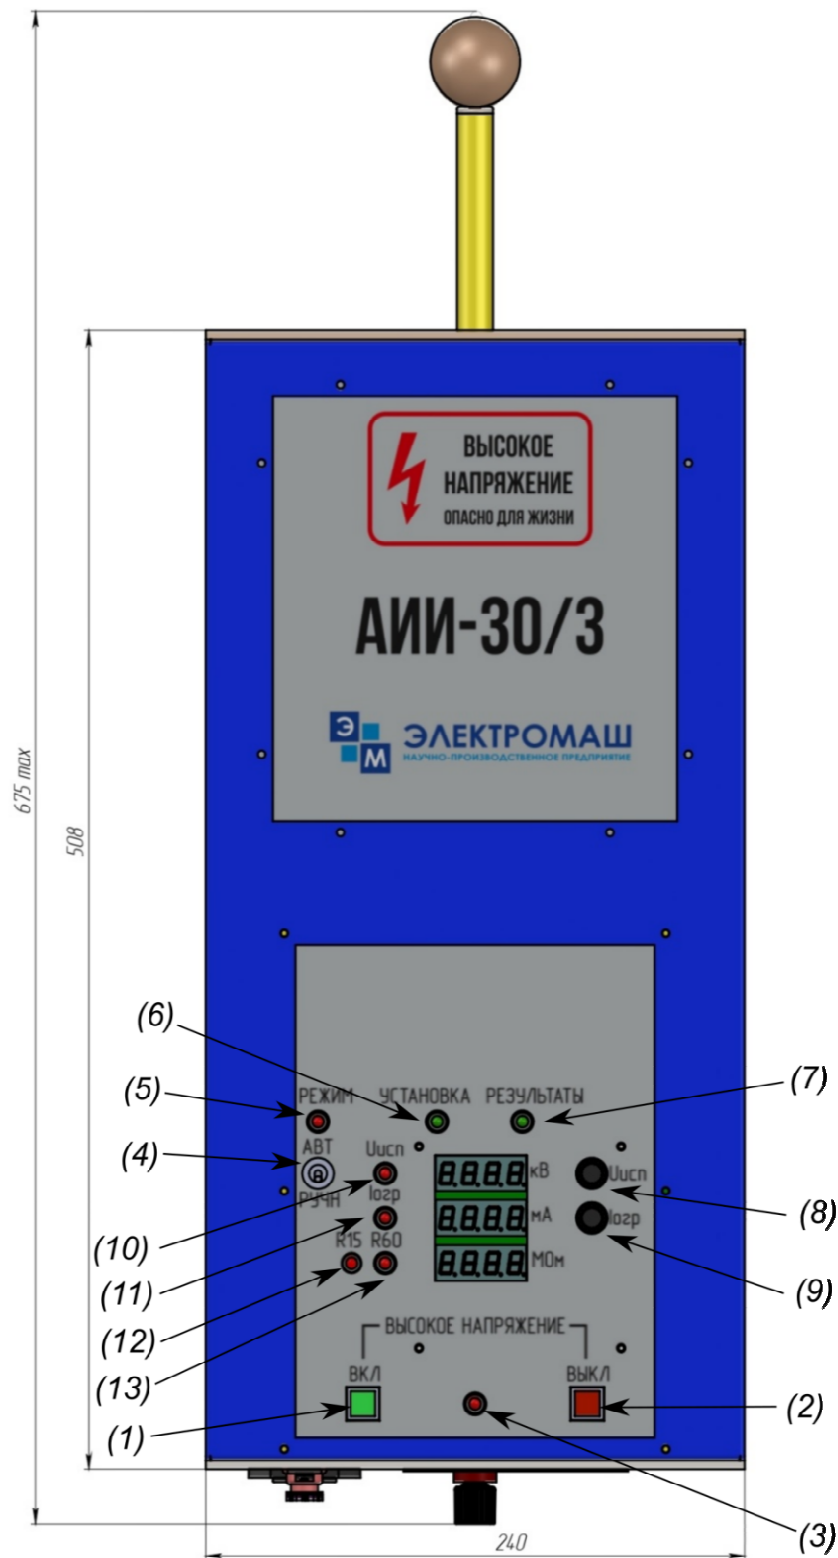

Рисунок 1 – Внешний вид лицевой панели АИИ-30/3
6.1.2 Органы управления, индикации и отображения информации размещены на лицевой панели (рисунок 1).